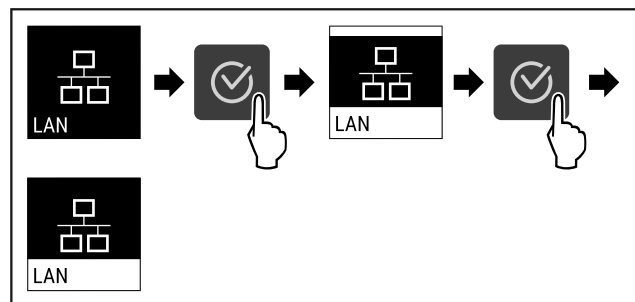

Fig. 92
- ▶ Εκτελέστε τα βήματα ενεργειών (βλέπε Fig. 92).